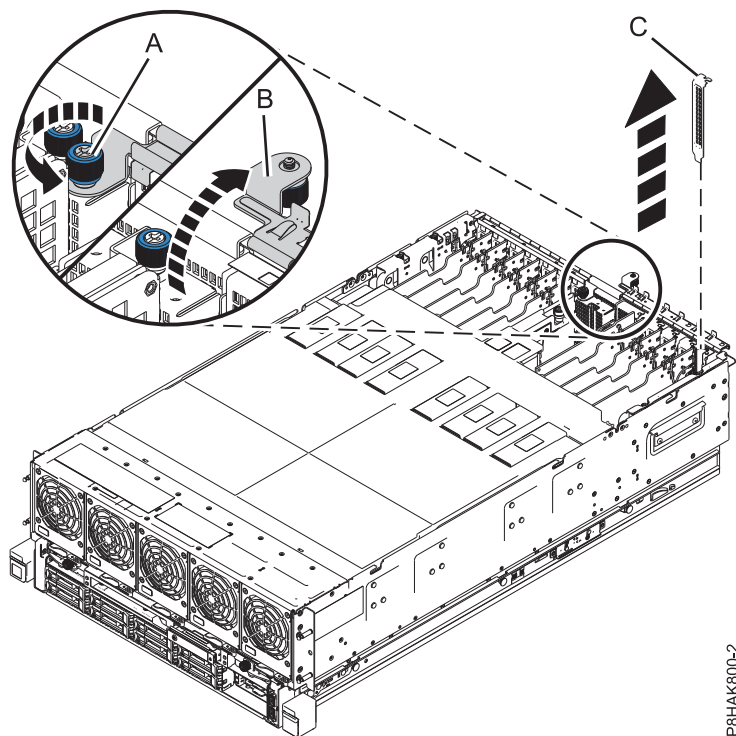

Figura 11. Extracció d'un panell de reblliment d'una ranura d'un adaptador PCIe al sistema 8408-44E o 8408-E8E
- a. Descargoleu el cargols de mà captiu de la peça de subjecció de retenció d'E/S fins que quedi flux del tot. Consulteu (A) a la Figura 11 a la pàgina 18.
- b. Obriu la peça de subjecció de retenció d'E/S fent-la girar cap amunt i traient-la del sistema. Consulteu (B) a la Figura 11 a la pàgina 18.
- c. Per treure el panell de reblliment, agafeu-lo ((C)) amb compte per l'extrem superior o per la contrapunta i traieu-lo del sistema. Consulteu Figura 11 a la pàgina 18.